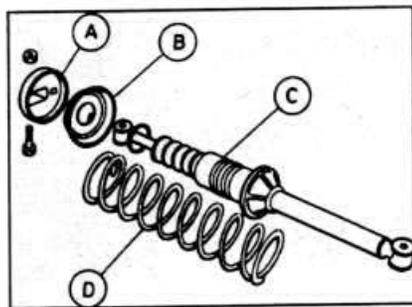

Рис. 10.31. Задняя амортизационная стойка автомобилей с кузовом Hatchback и Салон.
- Отвинтите гайку и извлеките верхний болт крепления стойки (см. рис. 10.31).